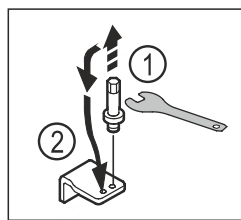

Fig. 13
- ▶ Csavarja ki az alsó csapágybak csapját 5-ös kulcsnyílású dugókulccsal. *Fig. 13 (1)*
- ▶ Helyezze fel a csapot a másik oldalon. *Fig. 13 (2)*